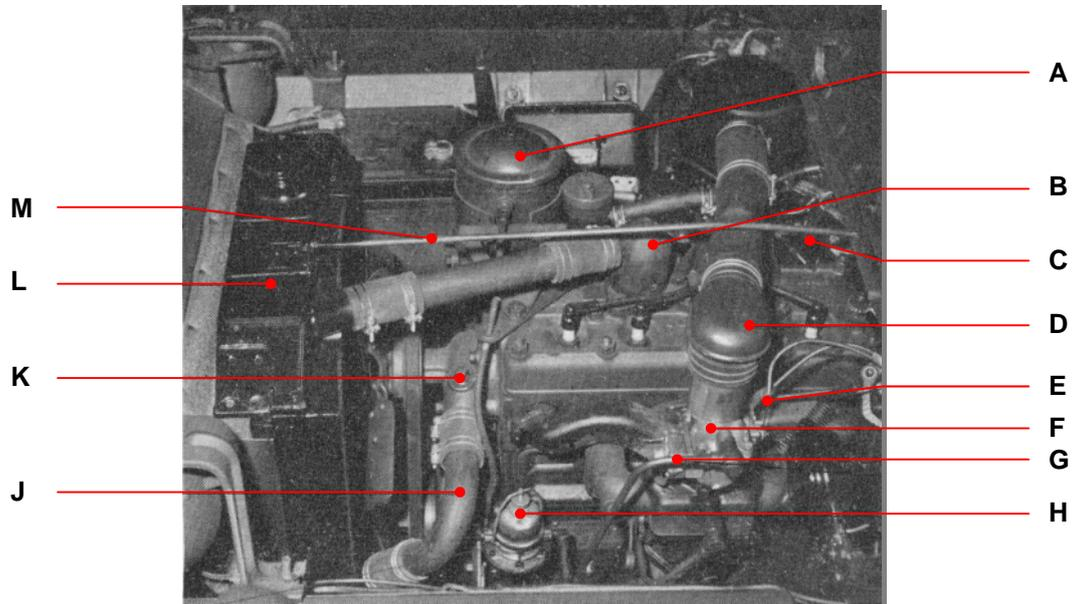

FIGURE 6. – Vue du côté gauche du moteur en place sur le véhicule.
E. – Enlever le tuyau flexible du filtre à air (fig. 6) et débrancher l'arrivée d'essence.
B. – Déposer le carburateur (fig. 6).
C. – Dépose de la pompe à essence (fig. 6).